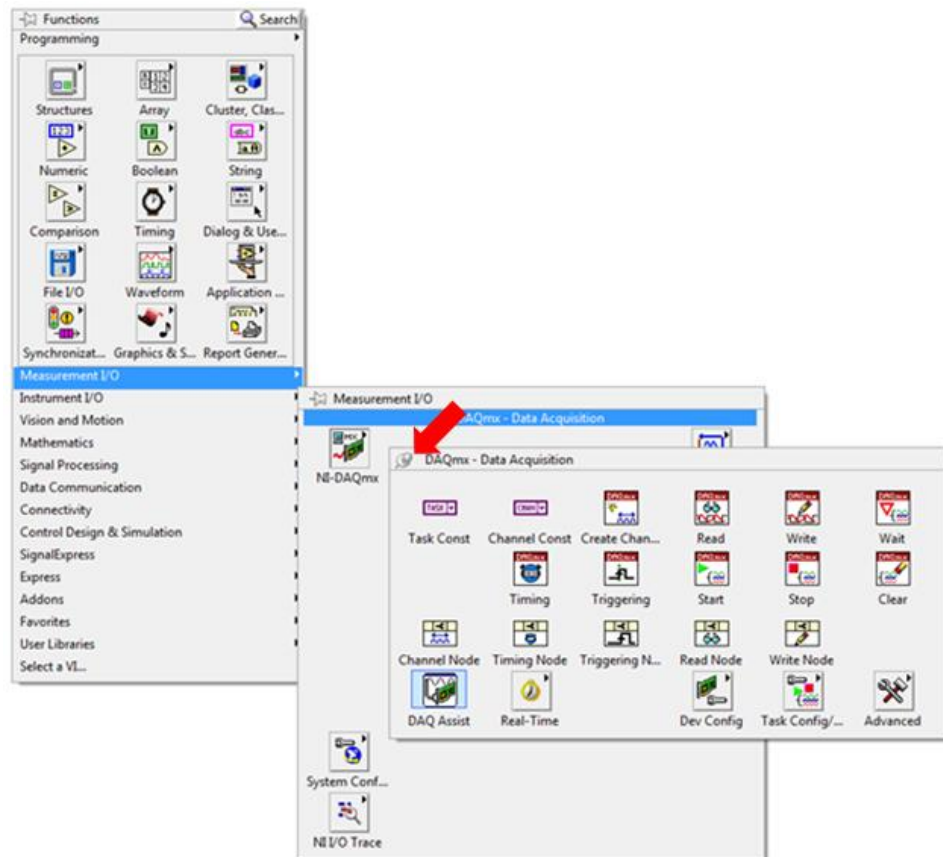

Figura 9. A paleta DAQmx inclui todos os VIs necessários para comunicação com seu chassi CompactDAQ.
22. Neste exercício, uma grande parte do código virá da paleta DAQmx. Para acessar essa paleta, clique com o botão direito em qualquer espaço em branco no diagrama de blocos e navegue até **Measurement I/O » NI-DAQmx**, conforme demonstrado na figura 9.
23. Clique na tachinha para deixar essa paleta visível (seta vermelha na figura 9).